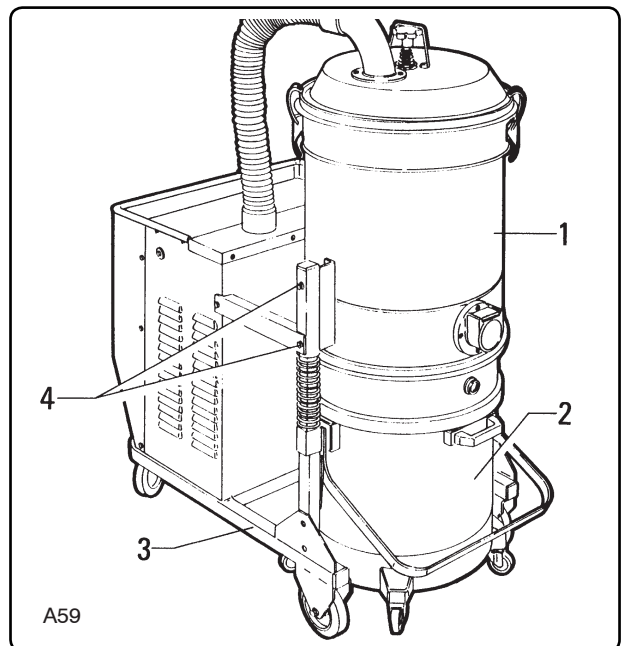

Fig.8.5.7
8.5.6 - Verifica tenuta camera filtrante (fig. 8.5.7)
8.5.6 - Checking the tightness of the filter chamber (fig. 8.5.7)
8.5.6 - Vérification de la chambre filtrante (fig. 8.5.7)
8.5.6 - Prüfung der Dichtigkeit der Filterkammer (Abb. 8.5.7)